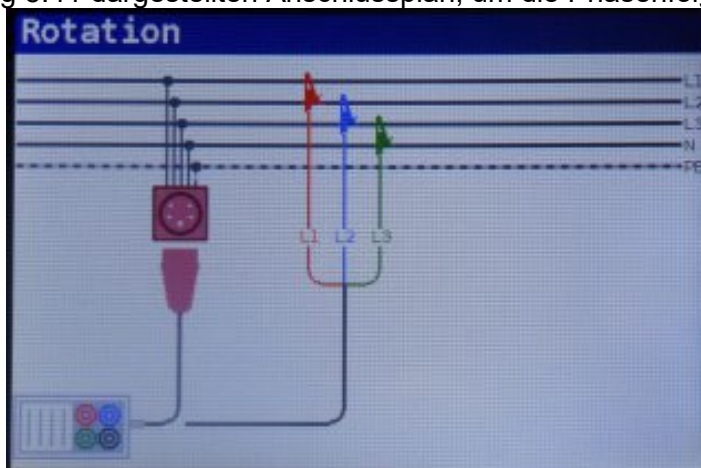

Abbildung 5-41: Anschluss des Universalprüfkabels und des optionalen Drehstromkabels
Schritt 2 Schließen Sie das Prüfkabel an das VOLTcraft IST an und folgen Sie dem in Abbildung 5.41 dargestellten Anschlussplan, um die Phasenfolge zu prüfen.